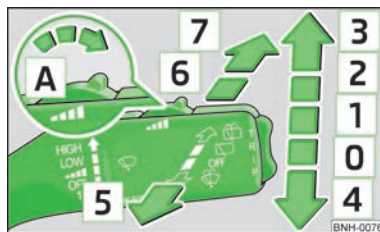

Fig. 28
» Si se desea limpiar el parabrisas sólo brevemente, empujar la palanca a la posición de suspensión elástica **[4]** » fig. 28.
- » Levantar la palanca a la posición **[1]** » fig. 28.
» Levantar la palanca a la posición **[2]** » fig. 28.
- Levantar la palanca a la posición **[3]** » fig. 28.
- Tirar de la palanca hacia el volante a la posición de suspensión elástica **[5]** » fig. 28, el sistema de lavado y el limpiacristales trabajan.
- Empujar la palanca, apartándola del volante, a la posición **[6]** » fig. 28, la escobilla barrerá tras algunos segundos.
- Empujar la palanca, apartándola del volante, a la posición de suspensión elástica **[7]** » fig. 28, el limpiacristales y la instalación de lavado trabajan.
- Volver a colocar la palanca en la posición básica **[0]** » fig. 28.
Si está conectada la luz de cruce o de carretera y la palanca del limpiaparabrisas **[5]** » fig. 28 de la página 40 está retraída, los faros se salpicarán ligeramente. Para limpiar el faro se debe proceder también tras cada décimo rociado del parabrisas.
- Empujar la palanca de limpiaparabrisas a la posición **[4]** » fig. 28 de la página 40, los brazos de las escobillas se desplazarán a la posición de servicio.
- Conectar el encendido y presionar la palanca del limpiaparabrisas a la posición **[4]** » fig. 28 de la página 40, los brazos de las escobillas se desplazarán a la posición de servicio.